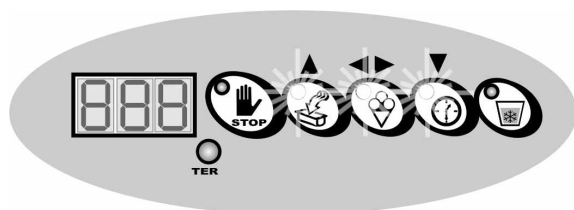

Abb.1
- Die Led-Anzeigen der Tasten UP, Bestätigen und DOWN schalten sich ein und auf dem Display wird die Schrift AUT oder HRD des entsprechenden laufenden Zyklus visualisiert.(Abb. 1)